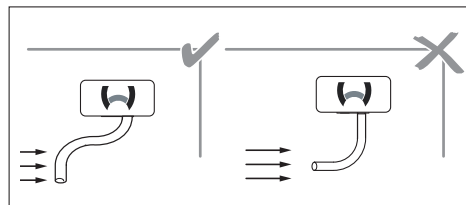

Fig. 20: Orientamento uscita gas di scarico
- ✓ I gas di scarico non devono fuoriuscire direttamente in senso di marcia. V. Fig. 20.